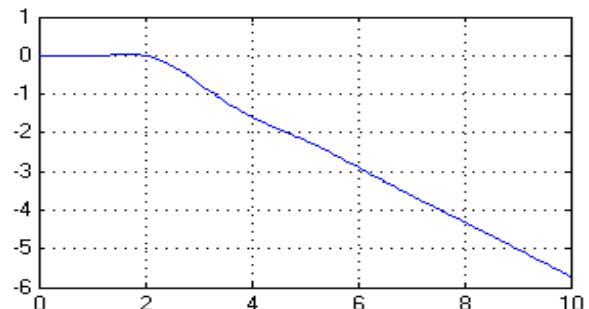

图 2-4 闭环系统的阶跃响应曲线
(6) 选择模型窗口“Simulation”菜单中的“Star”命令，即可得到与图 2-4 完全一致的闭环系统阶跃响应曲线。